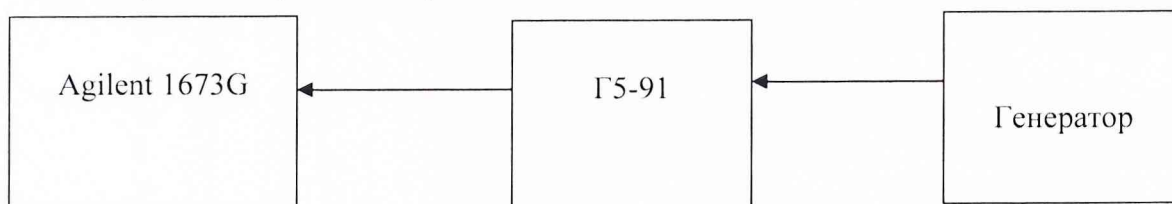

Рис.8.1
8.2.1 Собрать схему согласно рис. 8.1.